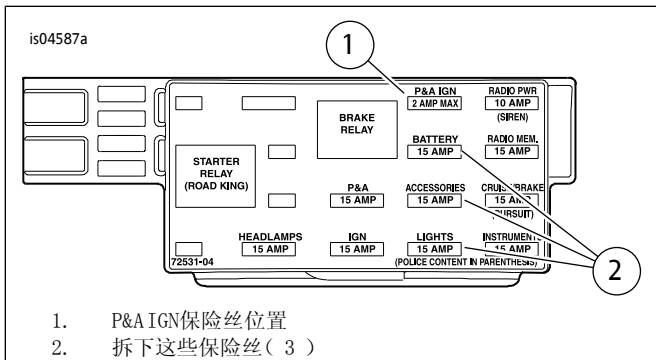

图14. P&A IGN保险丝空腔( 2004-2007年款旅行车型 )
3. 所有车型：参见图14。找到标有“P&A IGN”及“2A MAX”(最大电流2安)(1)的保险丝空腔。有一条进入此电路一侧的母线，但没有配套导线或保险丝。拆下这一排中当时已安装三个保险丝(2)，记下它们的位置。